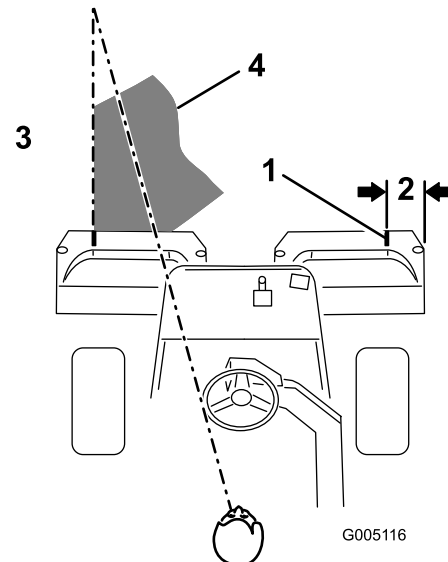

Figure 23
**Remarque:** Pour vous aider à traverser le vert en ligne droite et à maintenir la machine à égale distance du bord de la passe précédente, imaginez une ligne de vision approximativement 1,8 à 3 m devant la machine jusqu'au bord de la partie non tondue du vert (Figure 23). Faites passer la ligne de vision par le bord extérieur du volant, c.-à-d. maintenez le bord du volant aligné sur un point se trouvant toujours à la même distance par rapport à l'avant de la machine.